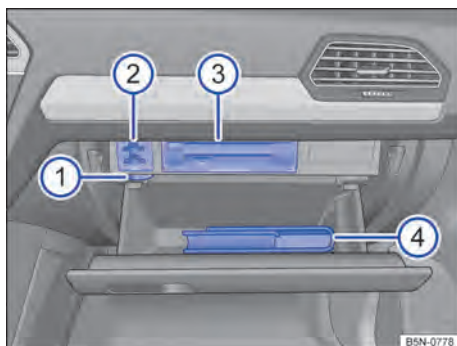

Fig. 202 No painel de instrumentos: porta-luvas aberto no lado do passageiro dianteiro.
Legenda para Fig. 202:
No painel divisório há um difusor de ar → Fig. 202 ①, através do qual o ar refrigerado pelo ar-condicionado ligado pode ser conduzido ao compartimento. *Abrir* ou *fechar* o difusor de ar, girando-o.